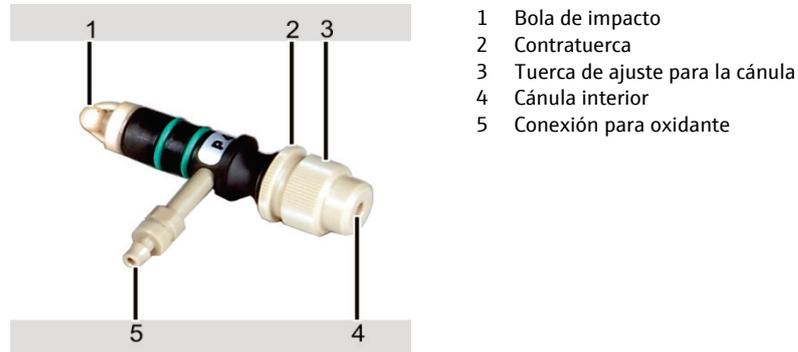

Fig. 62 Piezas individuales del pulverizador
- Suelte la contratuerca (2 en Fig. 62).
- Ajuste la profundidad de la cánula con ayuda de la tuerca de ajuste (3 en Fig. 62).
Al finalizar el proceso de ajuste, fije el ajuste con la contratuerca (2 en Fig. 62).